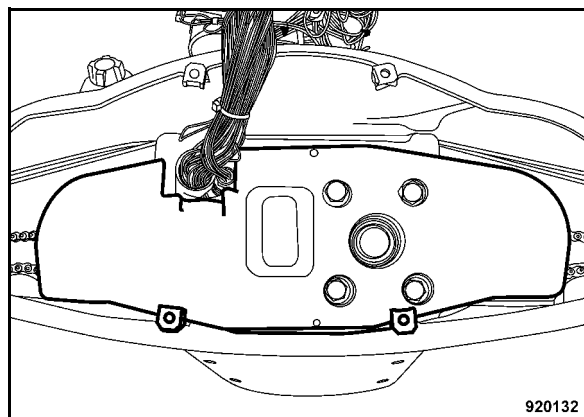

Fig. 161
- Svitare e togliere la lamiera di copertura (Fig. 161) della catena di guida.